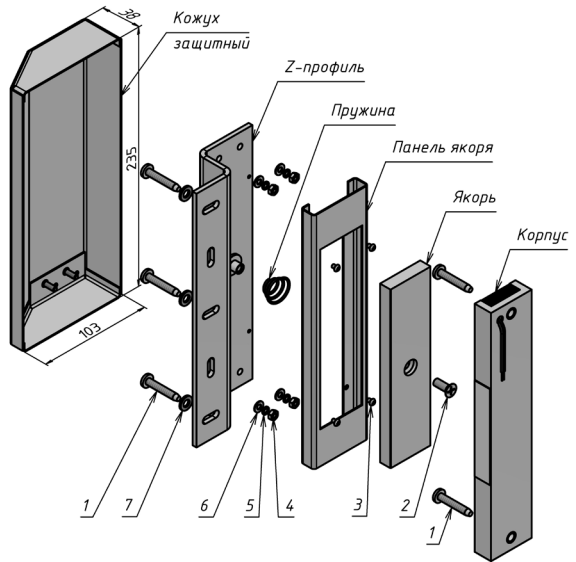

Рисунок 1 – Комплект поставки замка ALM-250FT-12/24V
5.7 Винт крепления якоря (поз.2 рис.1) необходимо затянуть с усилием, достаточным для исключения его отворачивания в процессе эксплуатации. Рекомендуется ставить винт на стопорящий герметик типа «Анатерм» или на нитрокраску НЦ.